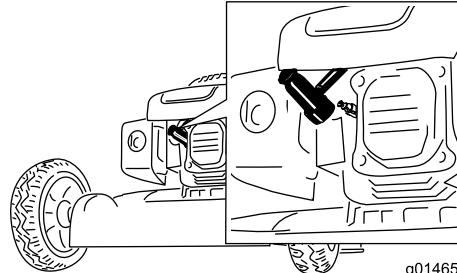

Figure 19
- Débranchez le fil de la bougie (Figure 19).